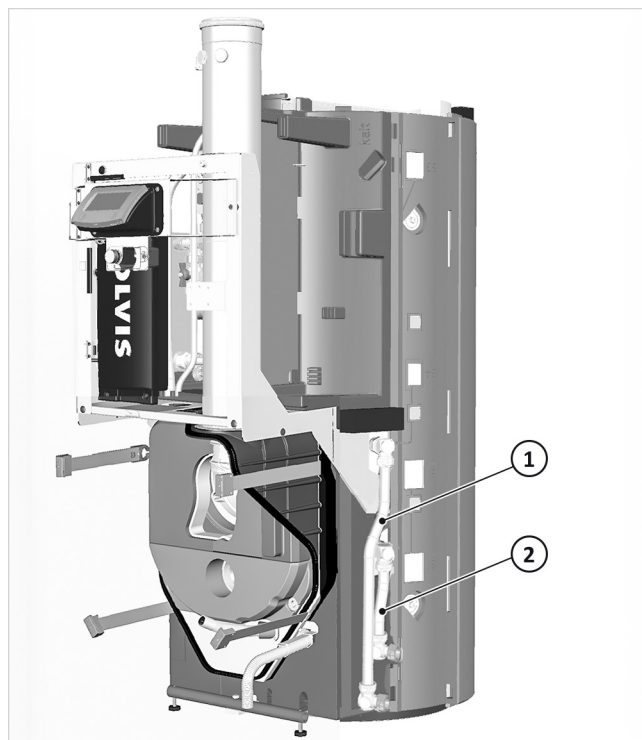

Abb. 37: H-VL (1) / H-RL-Anschluss (2) für externe HKS
1. Die beiden Winkel am Heizungsvorlauf- und Rücklaufanschluss demontieren (siehe → Abb. 37, S. 19).